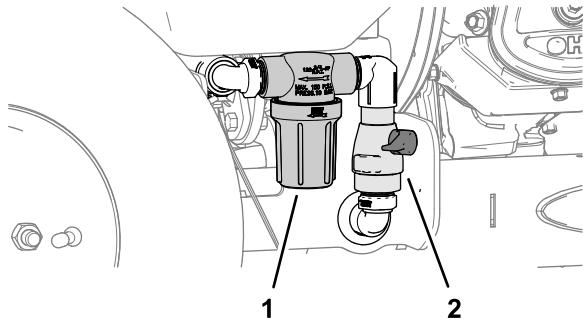

Figure 53
2. Tournez la manette de la vanne d'arrêt de la pompe de 90° dans le sens antihoraire à la position FERMÉE (Figure 53).
3. Placez un bac de vidange sous le filtre (Figure 53).
9. Tournez la manette de la vanne d'arrêt de la pompe de 90° dans le sens horaire à la position OUVERTE (Figure 53).